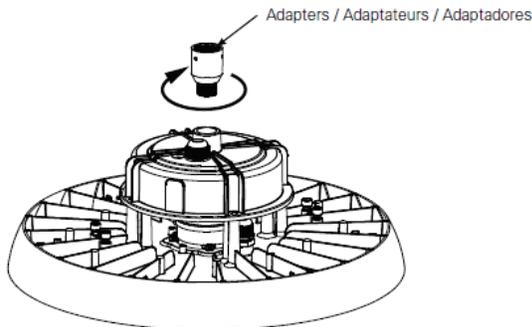

Figure 11
1. Utiliser un tuyau nominal de 1,050 mm (3/4 po diam. hors-tout) de série 40 avec une extrémité filetée (NPS 14 filets par pouce) et la quincaillerie appropriée pour le raccorder à l'adaptateur de montage optionnel. Voir la fiche technique pour le numéro de catalogue/produit de l'adaptateur pour la commande. Voir la figure 11.